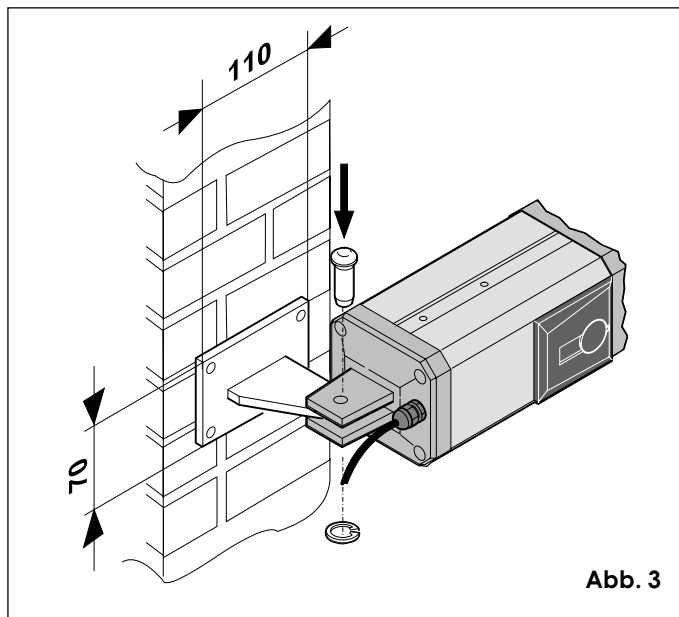

Abb. 3
Bei Eisenpfeilern den Anschluß direkt an den Pfeilerschweißen. Bei gemauerten Pfeilern eine entsprechende Anschlußplatte (Abb. 3) einlassen und diese mit dem Anschluß verschweißen.
- 2) Antrieb anhand der mitgelieferten Schraubverbindungen (Abb. 3) am hinteren Anschluß befestigen.